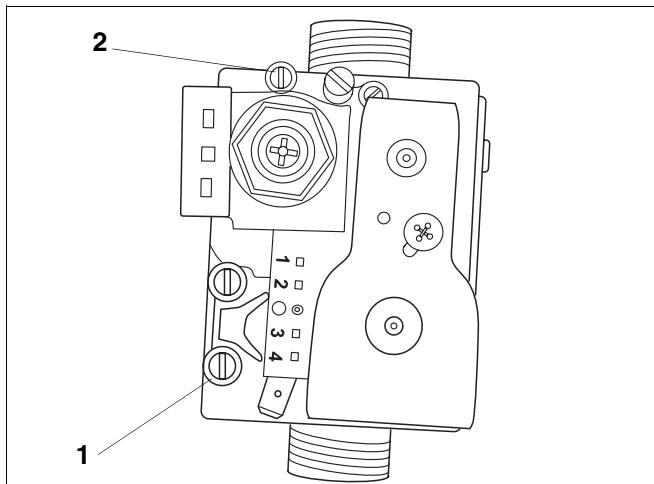

Рис. 18 Газовая установка SIT
- Вывернуть запорный винт измерительного ниппеля давления и воздушник комбинированного газового клапана и подключить манометр (рис. 18, поз. 1).
Легенда к рис. 18: Газовая установка SIT
- Подключить манометр к измерительному ниппелю комбинированного газового клапана (смогр. рис. 18, поз. 2 на стр. 18).